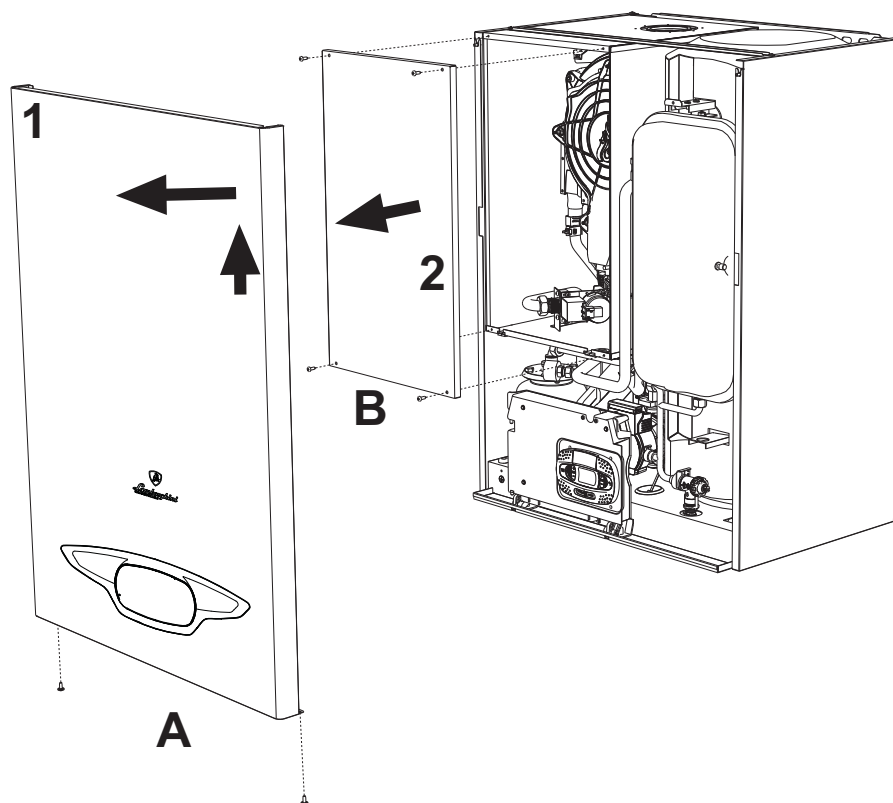

fig. 32 - Apertura pannello frontale
1. Svitare le viti **A** (vedi fig. 32).
1. Svitare le viti **B** (vedi fig. 32).